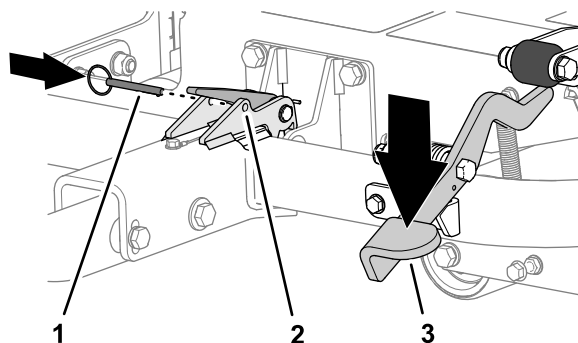

図 20
3. ヒッチペダルを踏んで、ヒッチをロックする 図 20。
4. ラッチの穴にロックピンを入れる 図 20。